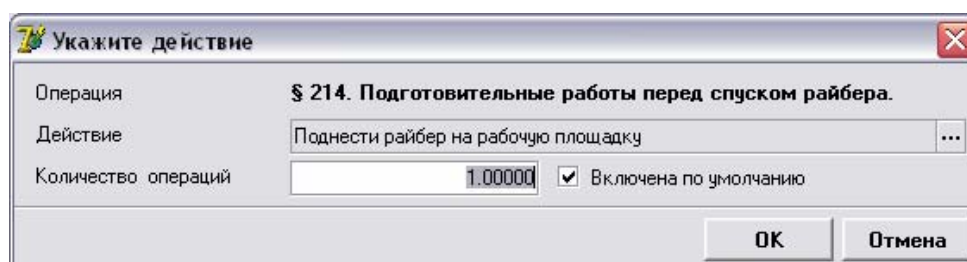

Рисунок 2.6.
3. В открывшемся окне (рис.2.6) проведите необходимые Вам изменения. Работа в режиме редактирования аналогична работе в режиме ввода.